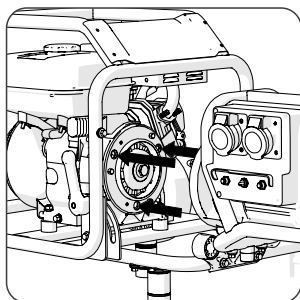
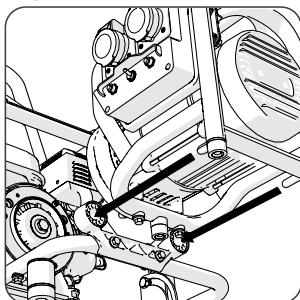

Fig. 1a (vista de los pasadores de posicionamiento)
Fig. 1b (vista de los pasadores de estabilización traseros)
- Agarre el accesorio por su bastidor externo y llévelo hasta el motor. Alinee visualmente los 3 pasadores de posicionamiento (**Fig. 1a**) y los 2 pasadores de estabilización traseros (**Fig. 1b**). Consiga ayuda profesional, si procede.